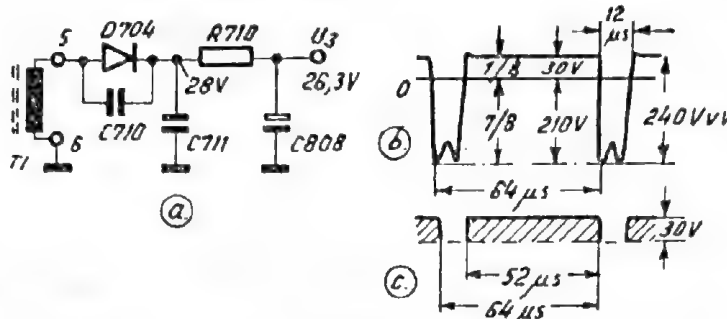

Fig. 10.12 Redresorul auxiliar pentru tensiunea U_3 la TV cu 5, 6 CI.
Tensiunea auxiliară U_3 —26,3 V (când U_1 —175 V) se obține prin redresarea impulsurilor de tensiune culese de pe bobinajul W_{5-6} al transformatorului de linii (TL). Așa cum se arată în fig. 10.12, impulsurile negative de pe secundarul W_{5-6} au amplitudinea de 230—240 V_{VV} și durata de 12 μ s, cu axa de zero la 1/8 din înălțimea impulsului. Axa de zero se află la nivelul de 0,125 (1/8) la toate impulsurile cursei inverse din BO, factorul 1/8 fiind determinat de raportul dintre cursa directă (52 μ s) și cu cursa inversă (12 μ s) cât și de elementele L , C ale BO. Dacă se privește fig. 10.12, b și c se vede că pe timpul cursei directe, timp de 52 μ s avem o tensiune pozitivă de cca 30 V, iar pe durata cursei inverse timp de 12 μ s un puls negativ de cca 210 V. Dioda D_{704} redresează partea pozitivă a tensiunii și blochează pulsurile negative. Dioda D_{704} conduce 82% din timpul perioadei de 64 μ s care corespunde frecvenței de 15625 a exploatării orizontale și ca urmare se obține o tensiune pulsantă pe care C_{808} —1000 μ F o filtrează și o menține aproape de nivelul de vîrf. Pe catodul D_{704} se obține +28 V cînd redresorul debitează 0,36 A barei de 26 V; după R_{710} rămîn +26,3 V deoarece căderea de tensiune pe R_{710} este de cca 1,7 V. Capacitățile C_{710} și C_{711} îmbunătățesc condițiile de lucru ale diodei BA157 care lucrează aici ca redresor rapid care conduce și se blochează de 15625 ori pe secundă.